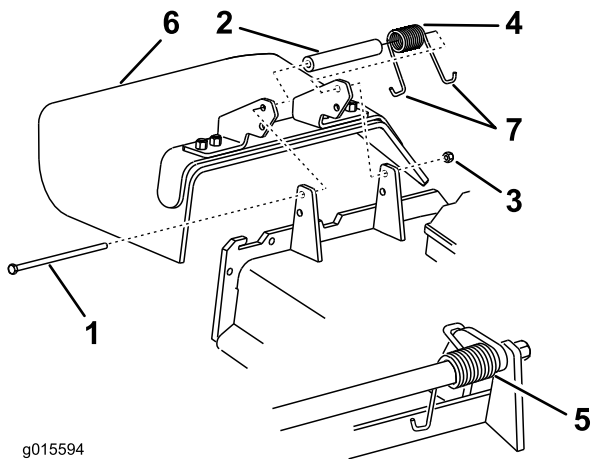

Bild 105
1. Entfernen Sie die Sicherungsmutter, Schraube, Feder und das Distanzstück, mit denen das Ablenkblech an den Drehhalterungen befestigt ist (Bild 105). Entfernen Sie defekte oder abgenutzte Ablenkbleche.
Hinweis: Achten Sie darauf, dass ein J-förmiges Federende hinter der Mähwerkkante befestigt ist, bevor Sie die Schraube einsetzen, wie in Bild 105 abgebildet.
3. Setzen Sie die Schraube und Mutter ein. Setzen Sie ein J-förmiges Hakenende der Feder um das Ablenkblech (Bild 105).